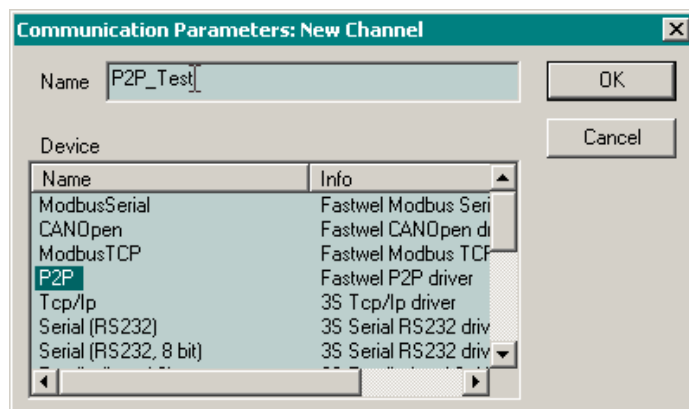

Рис. 18. Создание логического информационного канала по последовательному каналу связи (P2P)
1.8.3. Нажать кнопку **New** и в появившейся диалоговой панели ввести имя создаваемого канала (или оставить имя по умолчанию '**localhost**'), а в списке **Device** выбрать строку « **P2P Fastwel P2P driver** », как показано на рис.18. Закрывать диалоговую панель нажатием кнопки **ОК**.